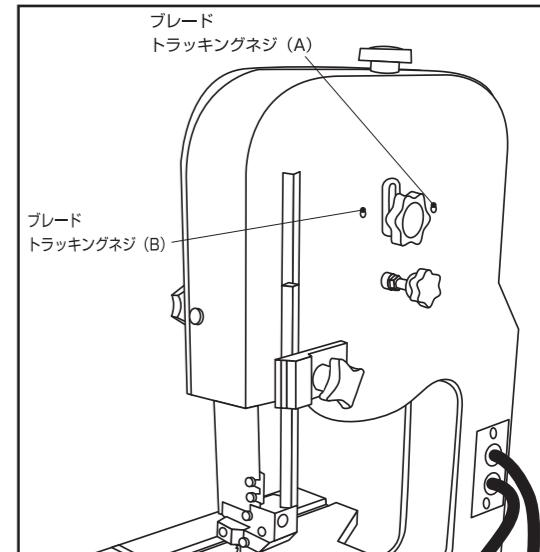

図16
3. 正面から見て左側に切り進むようであれば、ブレードトラッキングネジ（A）（本体背面からみて右側のネジ）を少しずつ締め込み調整してください。右側に切り進むようであれば、ブレードトラッキングネジ（B）（本体背面からみて左側のネジ）を少しずつ締め込みながら調整してください。（図16）